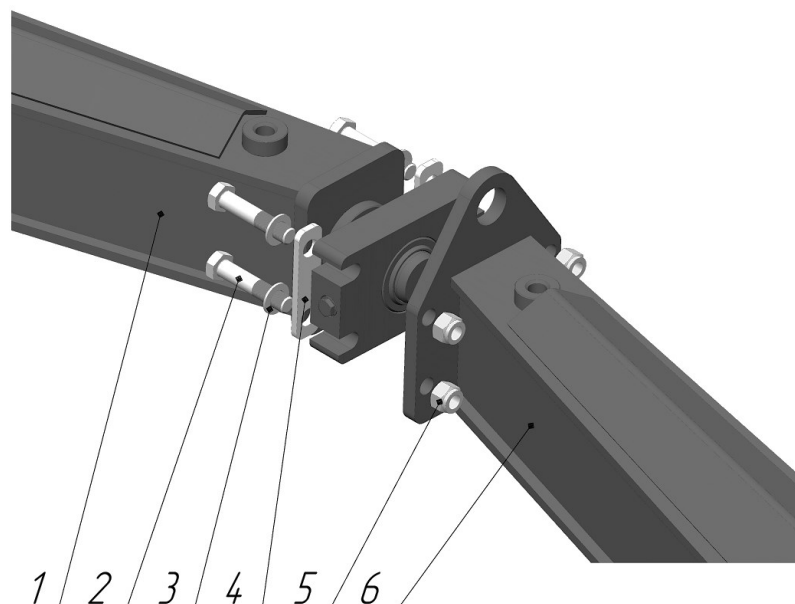

Рисунок 3.101. Стыковка правой и левой половин толкающего бруса
- ▶ Грузоподъемным устройством произвести стыковку полубрусьев левого 1 и правого 6, рис. 3.101;
- ▶ Закрепить полубрусья, используя болты 2, шайбы плоские 3, пластины 4 и гайки стопорные 5, см. рис. 3.101.